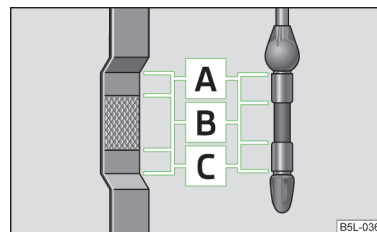

Fig. 127
- Dacă nivelul de ulei este situat deasupra zonei **A** » fig. 127 la pagina 167, ☹️ nu continuați deplasarea! Opriti motorul și apelați la asistență din partea unei unități specializate.
Joja indică nivelul uleiului » fig. 127.
- Nivelul uleiului nu trebuie să fie în nici un caz, deasupra zonei **A** » fig. 127 - Pericol de deteriorare a instalației de evacuare a gazelor arse!